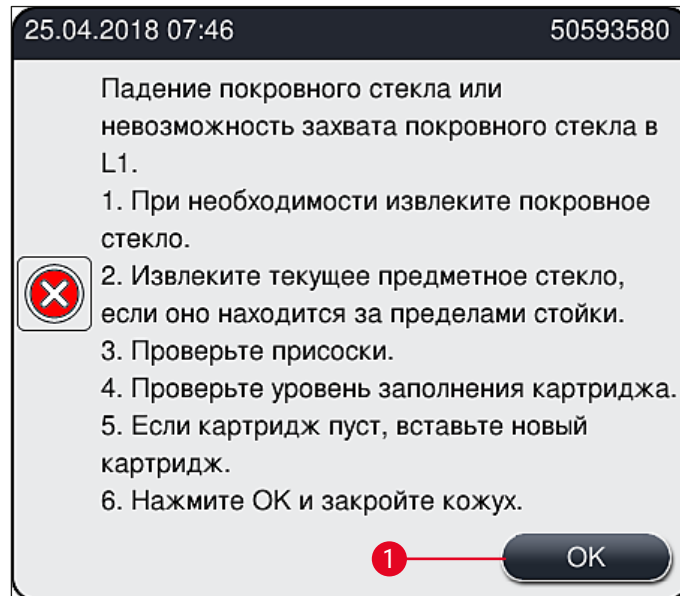

Рис. 110
В случае, если **модуль "Pick&Place"** теряет покровное стекло в процессе транспортировки к предметному стеклу или если **модуль "Pick&Place"** не может извлечь покровное стекло из картриджа с покровными стеклами за 3 попытки, пользователь получает информацию об этом в виде сообщения о неисправности (→ Рис. 110).
- ① При появлении на экране сообщения (→ Рис. 110) пользователь должен, прежде всего, проверить, не было ли покровное стекло потеряно в процессе транспортировки к предметному стеклу или удалось ли **модулю "Pick&Place"** извлечь покровное стекло из картриджа для покровных стекол.